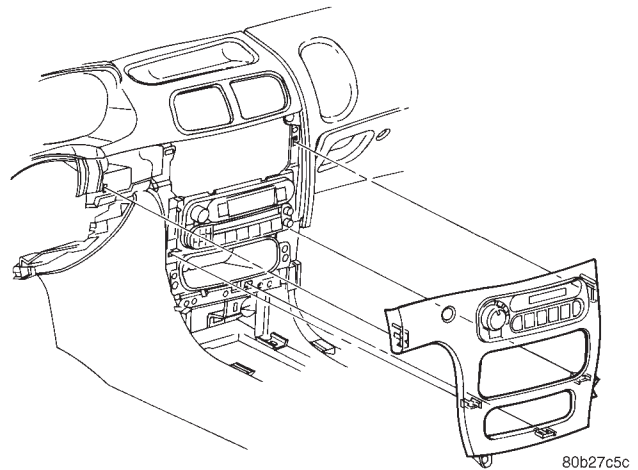
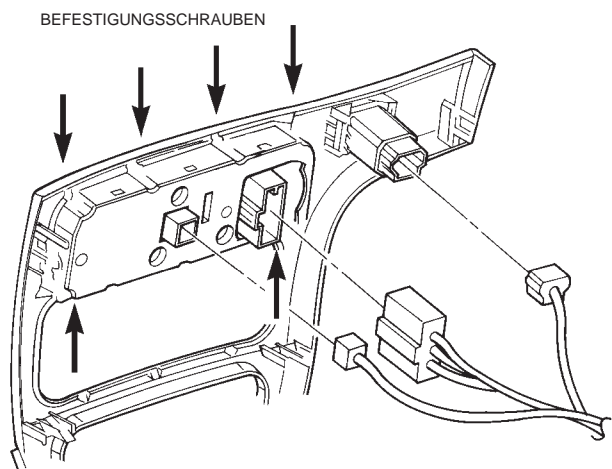
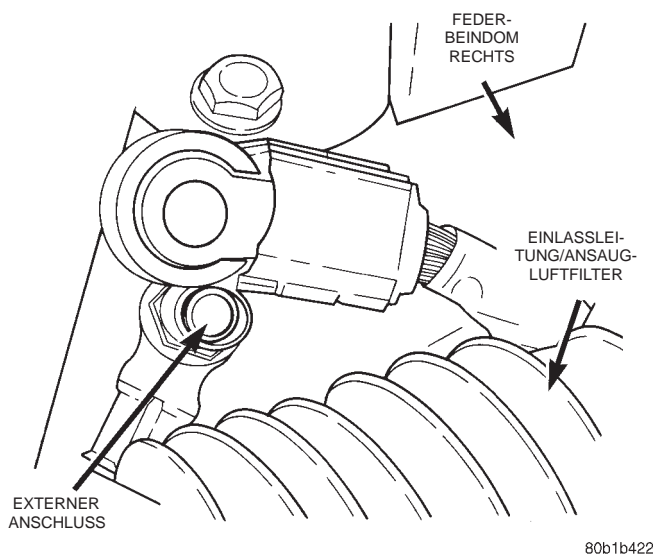

Abb. 16 Mittlere Instrumententafelblende ausbauen
Abb. 17 Steuergerät der Heizungs-/Klimaanlage ausbauen
Abb. 18 Anschluß des externen Batterie-Minus-kabels
- (1) Motorhaube öffnen und das Batterie-Minuskaabel (-) vom externen Batteriepol abklemmen (Abb. 18).
- (2) Den linken Abschlußdeckel der Instrumententafel und die Blende des Licht Hauptschalters abbauen.
- (3) Die drei Befestigungsschrauben des Licht Hauptschalters lösen.
- (4) Licht Hauptschalter aus dem Fahrzeug nehmen.
- (2) Aschenbecher ausbauen (je nach Ausstattung).
(3) Die mittlere Instrumententafelblende abbauen und die beiden Steckverbinder von der Rückseite des Steuergeräts abziehen (Abb. 16) und (Abb. 17).
(1) Motorhaube öffnen und das Batterie-Minus-kabel (-) vom externen Batteriepol abklemmen (Abb. 18).
(2) Aschenbecher ausbauen (je nach Ausstattung).
(3) Mit einem Hartkunststoffstab (Spezialwerkzeug C-4755) die mittlere Instrumententafelblende abhebeln. Steckverbinder vom Steuergerät der Heizungs-/Klimaanlage, vom Zigarettenanzünder bzw. von der Steckdose und vom ASR-Schalter abziehen.
(4) Die mittlere Instrumententafelblende von der Instrumententafel abnehmen.